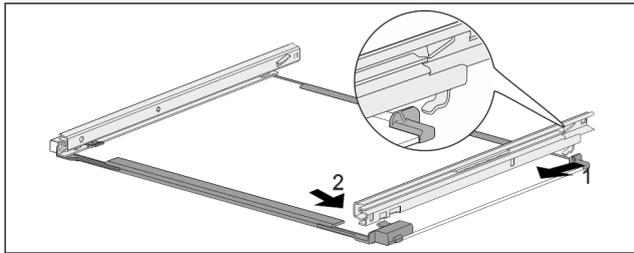

Fig. 191 Ripiano in vetro con guide
- ▶ Agganciare la guida sul lato posteriore. Fig. 191 (1)
- ▶ Innestare la guida sul lato anteriore. Fig. 191 (2)